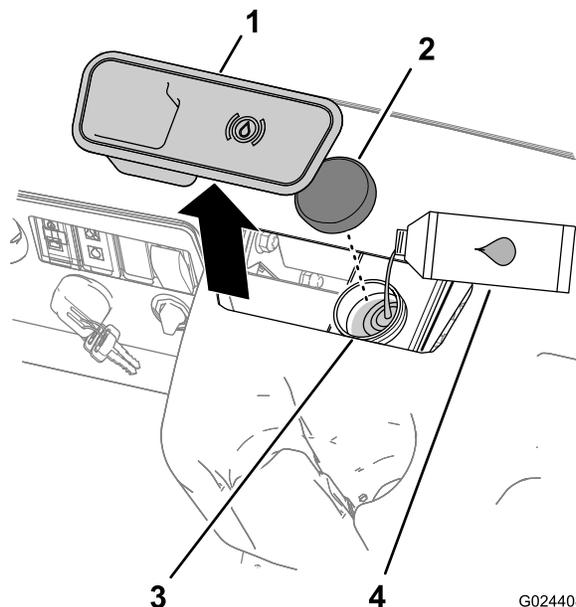

Bild 17
2. Entfernen Sie die Gummiblende in der Mitte oben am Armaturenbrett, um an den Hauptbremszylinder und den Behälter zu gelangen (Bild 17).
- A. Reinigen Sie den Bereich um den Behälterdeckel und nehmen den Deckel ab (Bild 17).
- C. Schrauben Sie den Behälterdeckel wieder auf (Bild 17).